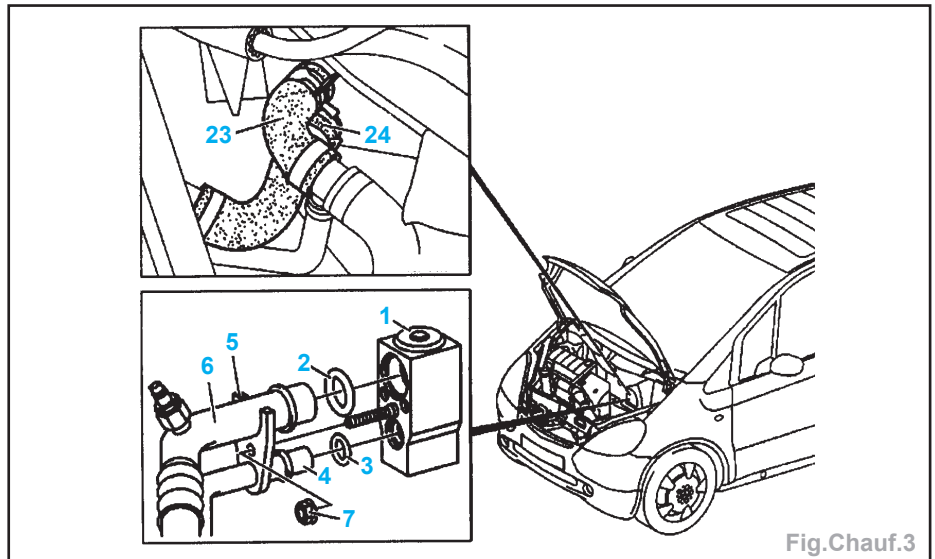

Fig.Chauf.3
- les durits (23 et 24) de l'échangeur thermique (Fig.Chauf.3),
Opérations supplémentaires (Fig.Chauf.3 et 4) :